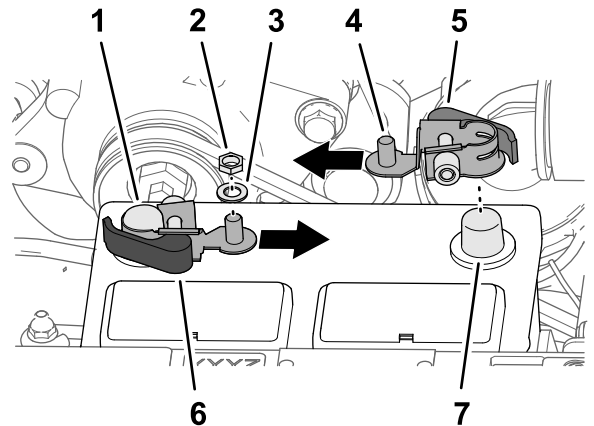

Figura 207
1. Retire as porcas hexagonais e as anilhas dos grampos de ligação rápida do manípulo preto (**Figura 207**).
3. Monte o grampo de ligação rápida no borne negativo da bateria, com o poste roscado do grampo alinhado na direção do centro da bateria como se mostra na Figura 207.